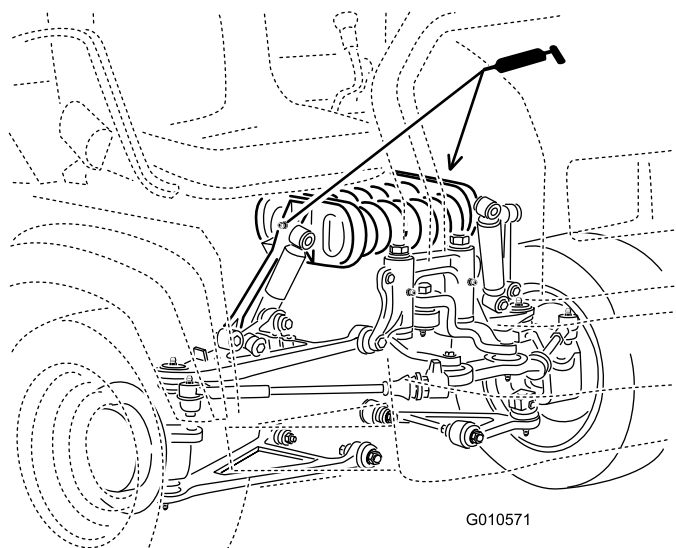

Figure 29
- **Tourelle de suspension (2);** voir Figure 29